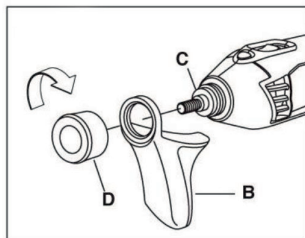

Рис.5
- 2.Установите дополнительную рукоятку «В» и зафиксируйте ее защитным колпачком (рис. 5).